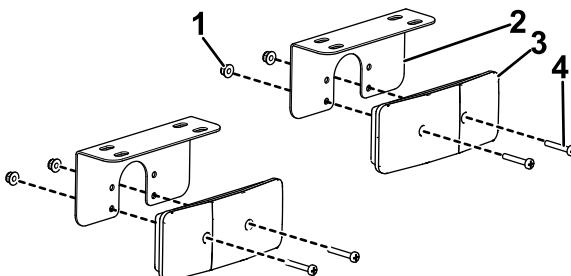

Figura 5
1. Instale las luces de los frenos en los soportes de las luces de frenos con 2 tornillos Phillips (n.º 10 x 1 1/4") y 2 contratuerca (n.º 10) en cada uno. Consulte Figura 5 para conocer la orientación correcta.